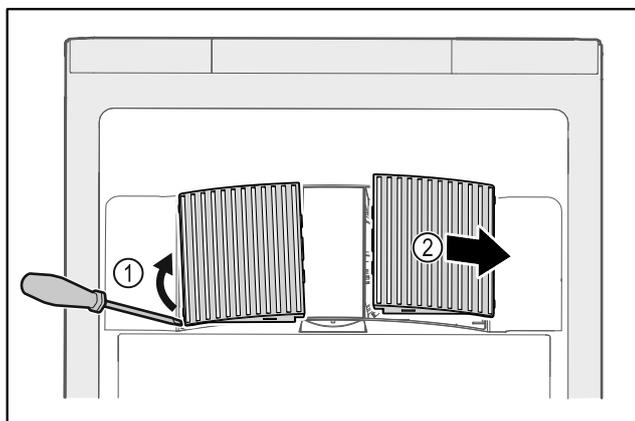

Fig. 34
- ▶ Estrarre con cautela i coperchi delle ventole dai lati Fig. 34 (1) e rimuoverli in avanti Fig. 34 (2).